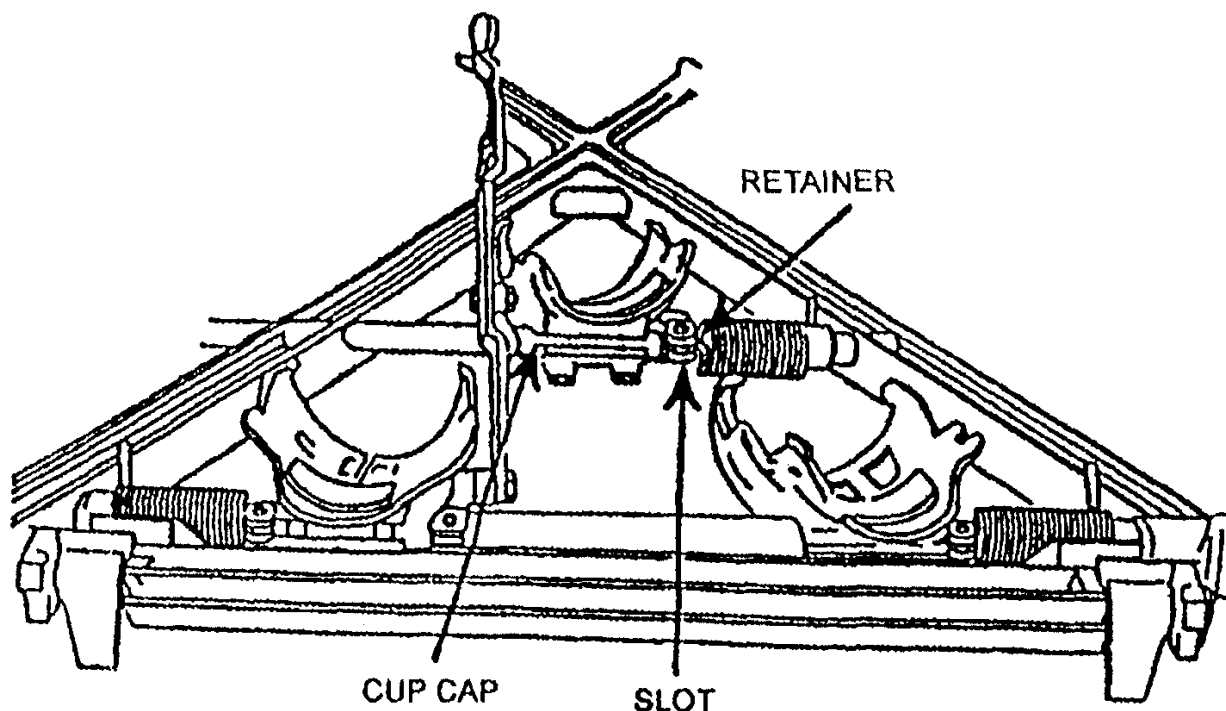

Рисунок 10
(1) Разместив стол в верхней позиции (или zero), ослабьте фиксирующий болт и поверните замок (фиксатор), расположенный на валу (оси) стола, так, чтобы конец пружины и засов между чашкой и ее крышкой расположились в одну линию (см. рис. 10).
(2) Если во время процесса установки наблюдается неустойчивость движения чашек и шатание кеглей, уменьшите натяжение пружин.